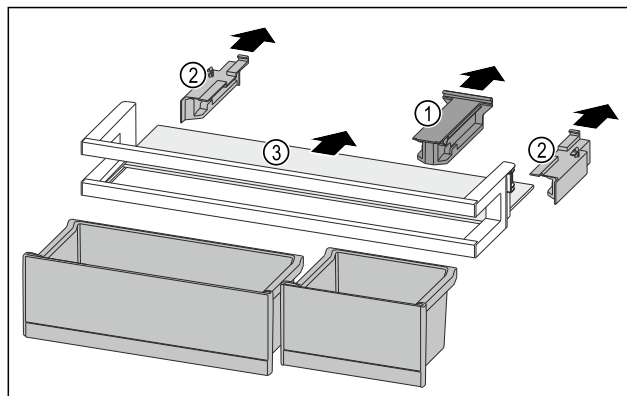

Fig. 222
- Skinite pridržni dio Fig. 222 (1).
- Skinite bočne dijelove Fig. 222 (2).
- Izvadite policu Fig. 222 (3).